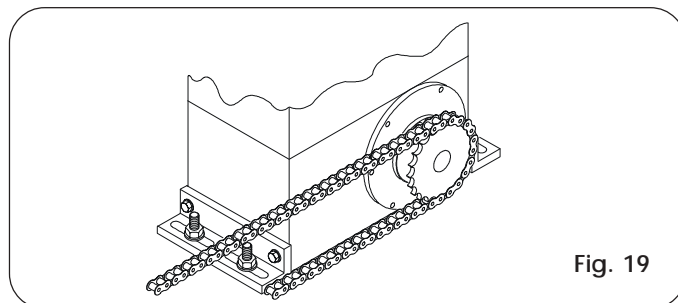

Fig. 19
- Assembler la chaîne d'après la Fig. 19.